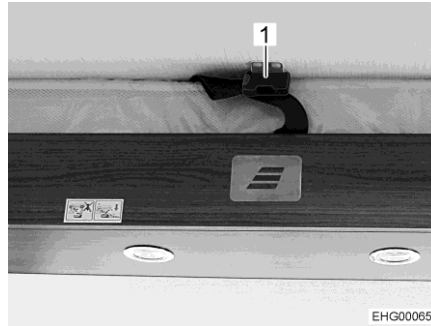

Bild 101 Säkerhetsrem
- Lossa säkerhetsremmen (Bild 101,1).
- Stäng säkerhetsremmen (Bild 101,1).